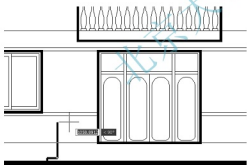

图 4.66 绘制台阶局部轮廓
② 在**当前线宽为 0.0000, 指定下一个点或 [圆弧 (A)/ 半宽 (H)/ 长度 (L)/ 放弃 (U)/ 宽度 (W)]**: 提示下, 输入 “W” 后按 Enter 键, 指定要修改线宽。
③ 在**指定起点宽度 <0.0000>**: 提示下, 输入 “50”。
④ 在**指定端点宽度 <0.0000>**: 提示下, 输入 “50”。将多线的线宽由 “0” 改为 “50”。打开【正交】功能并将光标垂直向上拖动。
⑤ 在**指定下一个点或 [圆弧 (A)/ 半宽 (H)/ 长度 (L)/ 放弃 (U)/ 宽度 (W)]**: 提示下, 输入 “150” 后按 Enter 键, 这样就画出台阶的高度 150mm。
⑥ 在**指定下一个点或 [圆弧 (A)/ 半宽 (H)/ 长度 (L)/ 放弃 (U)/ 宽度 (W)]**: 提示下, 将光标水平向右拖动, 输入 “300” 后按 Enter 键, 这样就画出台阶的宽度 300mm, 结果如图 4.66 所示。